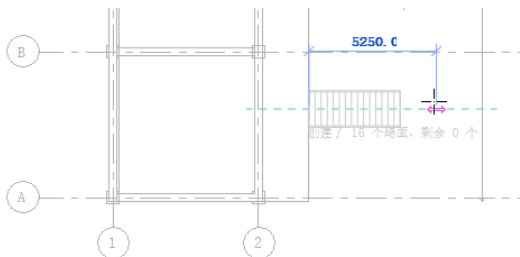

图 12-2 绘制楼梯路径
- (3) 在选项栏中设置“定位线”为“楼梯：中心”，“偏移”为“0.0”，“实际梯段宽度”为“1200.0”，取消“自动平台”复选框的勾选。
- (4) 单击“构件”面板中的“梯段”按钮和“直梯”按钮（默认状态下，系统会激活这两个按钮），绘制楼梯路径，如图 12-2 所示。默认情况下，在创建梯段时会自动创建栏杆扶手。